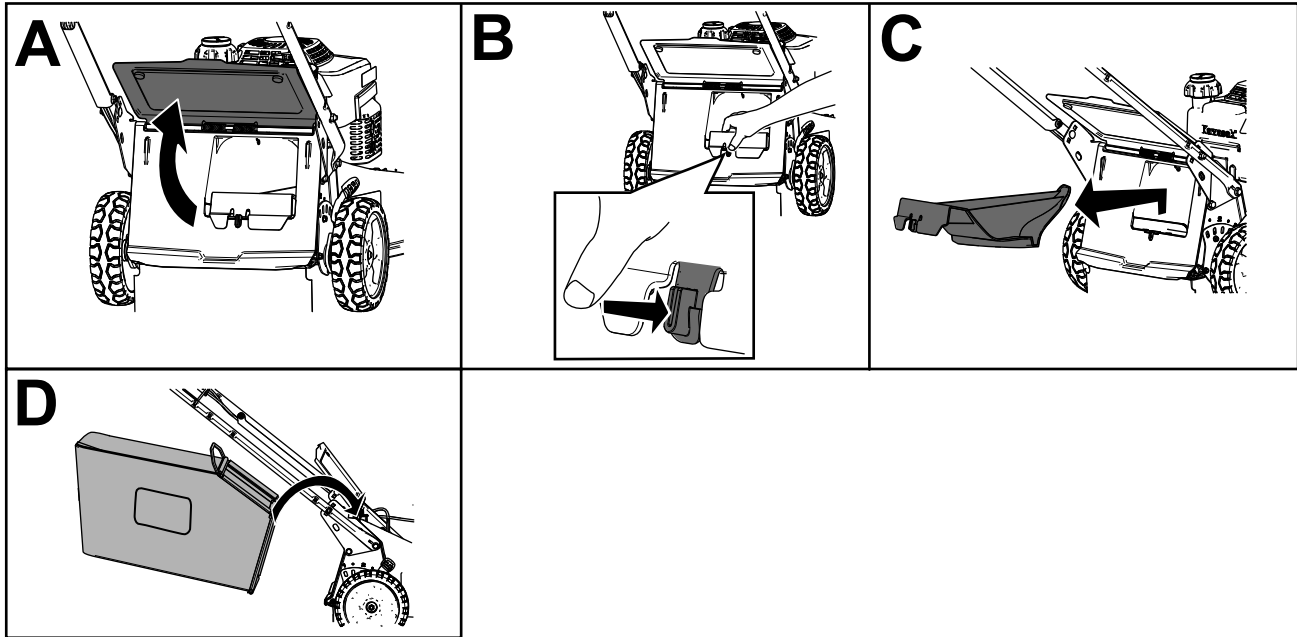

Figure 18
2. Soulevez le déflecteur arrière et maintenez-le dans cette position (A de Figure 18).
3. Retirez l'obturateur d'éjection arrière en appuyant sur le verrou avec le pouce et en tirant l'obturateur hors de la machine (B et C de Figure 18).
4. Placez les extrémités de la tige du bac dans les crans à la base du guidon et basculez le bac d'avant en arrière pour vous assurer que les extrémités de la tige sont bien engagées au fond des deux crans (D de Figure 18).